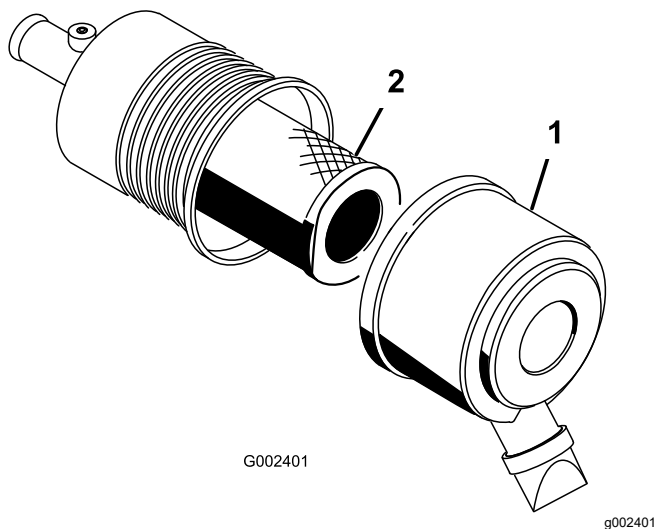

Figura 43
1. Abra los cierres del limpiador de aire y tire de la tapa de la entrada de aire para separarla del cuerpo del limpiador de aire (Figura 43).
3. Extraiga con cuidado el filtro del cuerpo del limpiador de aire (Figura 43).
5. Introduzca el filtro con cuidado sobre el tubo de la carcasa (Figura 43).
6. Instale la tapa del limpiador de aire con el lado hacia arriba, y fije los cierres (Figura 43).